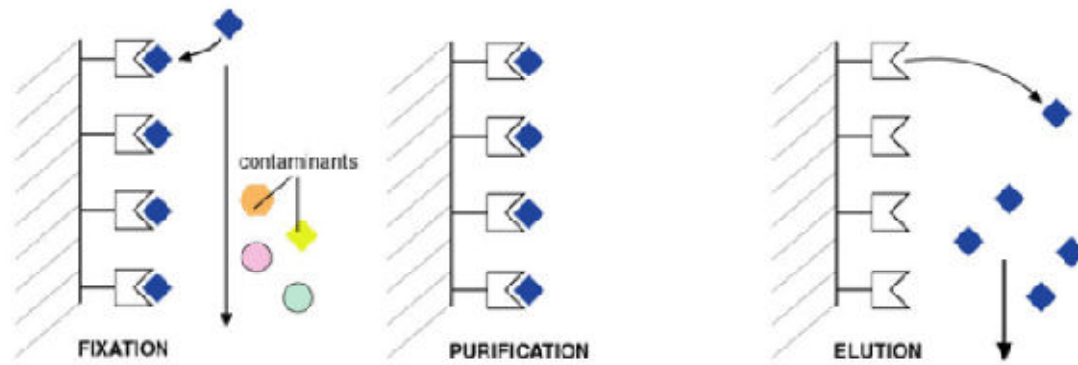

Figure 06 : Les trois étapes d'une chromatographie d'affinité.
5.2. Les étapes de séparation: (figure 06)